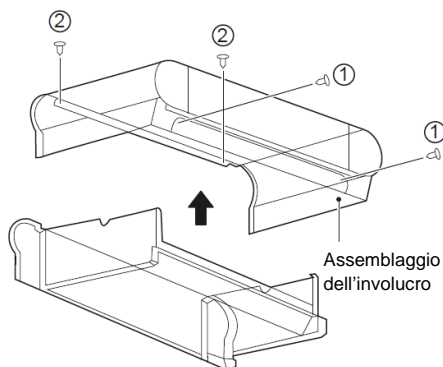

Figura 4-4 Rimozione dell'involucro
- 2) Come mostrato nella Figura 4-4, rimuovere le viti ①\*2 e ②\*2 e quindi l'involucro.